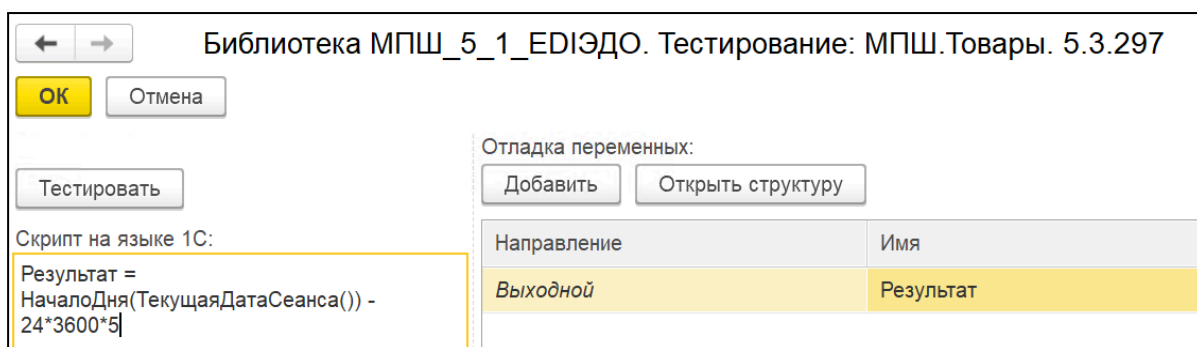

Рис. 53. Пример скрипта для даты начала поиска
3. Нажмите на ссылку «Создать скрипт» и введите скрипт (рис. 53):